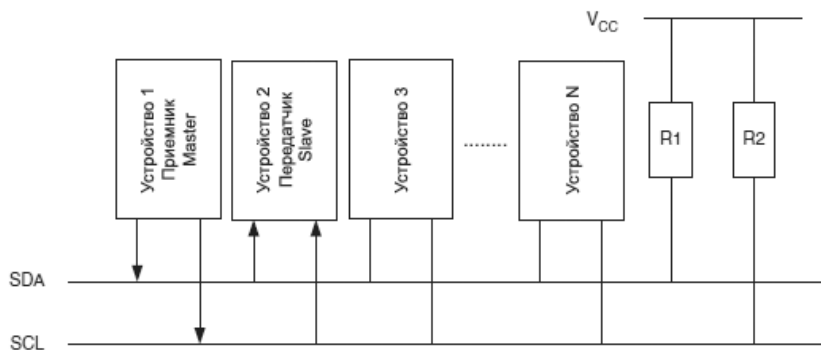

Рис. 20-13. Передача данных в режиме MR.
Master Receiver Mode. В режиме MR некоторое количество байт принимается из Slave-передатчика (см. рис. 20-13). Чтобы войти в режим Master, должен быть передан сигнал START. Формат последующего пакета адреса определяет, в какой режим после этого нужно войти - Master Transmitter (MT) или Master Receiver (MR). Если передан SLA+W, то будет осуществлен вход в MT, если передан SLA+R, то будет осуществлен вход в MR. Все коды состояния, упомянутые в этой секции, подразумевают, что в них биты прескалера маскированы нулями.